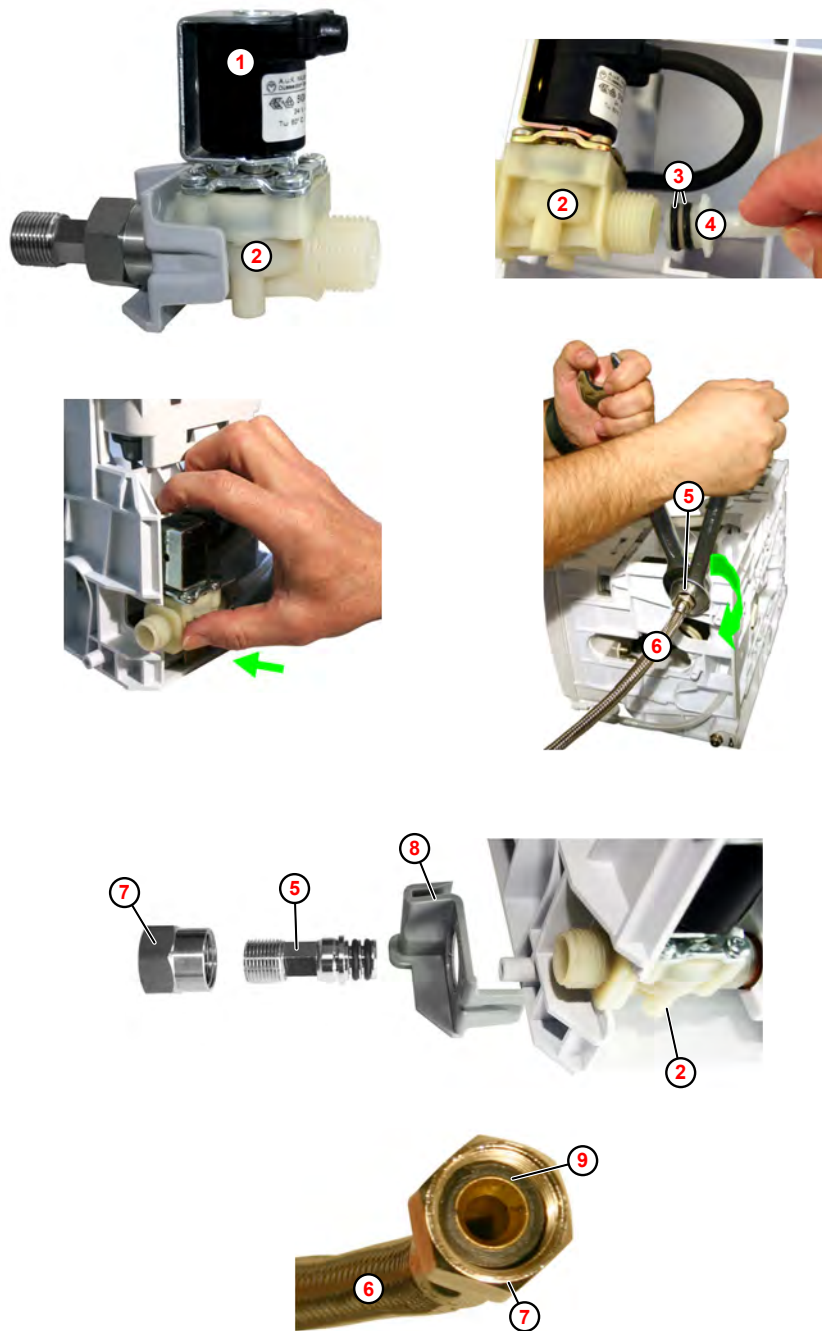

Abb. 18: Montage Magnetventil
1. Spule (Abb. 18 , ①) gegen Ventilkörper ② drücken und gleichzeitig im Uhrzeigersinn (nach rechts) ca. 30° drehen, bis die Spule hörbar einrastet.
2. O-Ringe ③ am Anschlussniessel ④ mit einem fusselreien Lappen reinigen.
3. Verbindungsniessel ④ in Ventil ② einführen bis es mit dem Ventilgehäuse bündig ist.
5. Halteelement ⑧ auf den Ventilkörper und das Gehäuse aufstecken.
6. Anschlussadapter ⑤ vorsichtig in den Ventilkörper stecken (schwergängig).
7. Überwurfmutter ⑦ auf den Ventilkörper aufschrauben.
8. Zulaufschlauch ⑥ auf den Anschlussadapter aufschrauben.